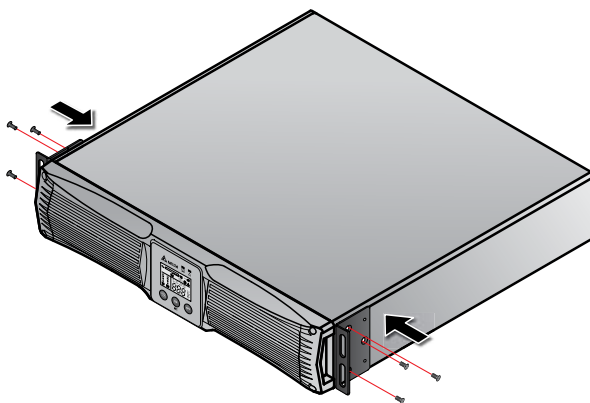

Рис. 3-1. Прикрепите монтажные уголки
- 1 Прикрепите уголки к расположенным по бокам ИБП отверстиям. См. *Рис. 3-1*.